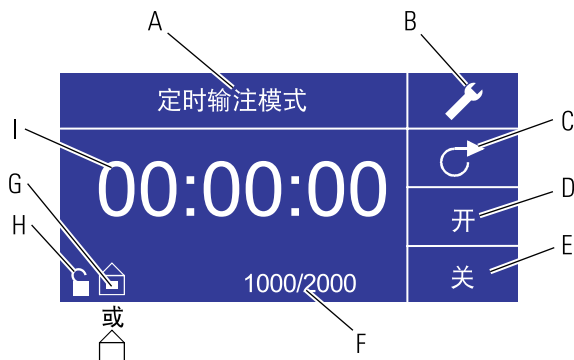

图 3-4 定时输注模式屏幕
I. **时间显示：**中心数字显示控制台的打开或关闭时间的剩余时间，屏幕右侧会加亮显示是打开时间还是关闭时间（参见图3-4中的位置D或E）。
6. **设置打开时间：**为了设置打开时间，请使用方向按钮和输入键来选择“打开 (ON)”这个字段（参见图3-4中的位置D）。这样做可以使屏幕中心的定时器加亮显示（参见图3-4中的位置I）。再次按输入键，使用上/下箭头来设置定时器。使用左/右箭头来在数字间进行切换。选择好最佳打开时间后，再次按输入键进行确认。控制台现在将保持运行一段时间，时间长短由屏幕中心显示的时间决定。
7. **设置关闭时间：**为了设置关闭时间，请使用方向按钮和输入键来选择“关闭 (OFF)”这个字段（参见图3-4中的位置E）。这样做可以使屏幕中心的定时器加亮显示（参见图3-4中的位置I）。再次按输入键，使用上/下箭头来设置定时器。使用左/右箭头来在数字间进行切换。选择好最佳关闭时间后，再次按输入键进行确认。控制台现在将停止运行一段时间，时间长短由屏幕中心显示的时间决定。**注：**如果关闭时间被设为00:00:00，控制台需要根据键盘或远程I/O连接器输入的启动/停止指令开启下一次输注。
8. **选择批次数量：**在控制台根据所选打开/关闭时间运行前，请先选择需操作的批次数量。要完成此操作，请使用方向按钮和输入键来选中“批次 (BATCH)”图标（参见图3-4中的位置F）。在批次数选择屏幕上，按输入键，然后通过方向按钮上的上/下箭头选择想要使用的批次数量。使用左/右箭头来在数字间进行切换。再一次按压输入键，确认所选的批次数量。如果数量被设定为零（0），控制台将会进行无限次循环，∞符号将会显示出来。使用方向按钮，选择退出选项，返回到定时输注操作屏幕。
10. **重设批次：**如需重设批次，请使用方向按钮和输入键来选择“批次”图标（参见图3-4中的位置F）。在批次数屏幕上，使用方向按钮选中“重设 (RESET)”并按下输入键，对批次数进行重设，然后选择退出选项，返回到定时输注模式操作屏幕。